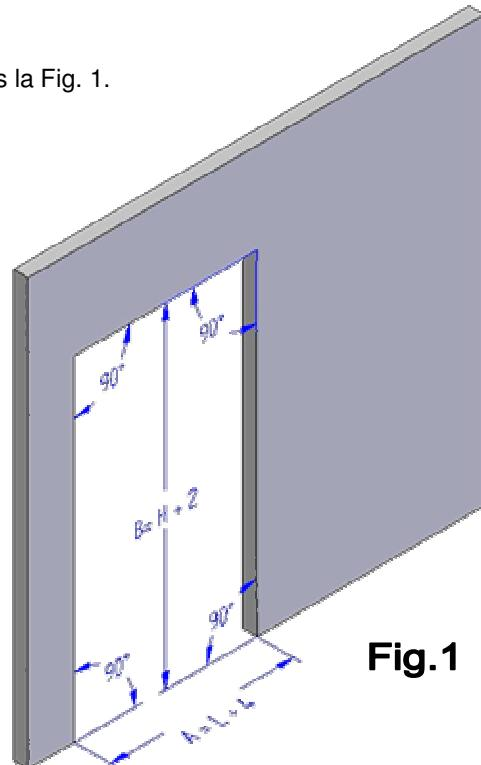

Fig.1
- Coupe du panneau (Fig. 1) :
Couper le panneau d'application selon les indications indiquées dans la Fig. 1.